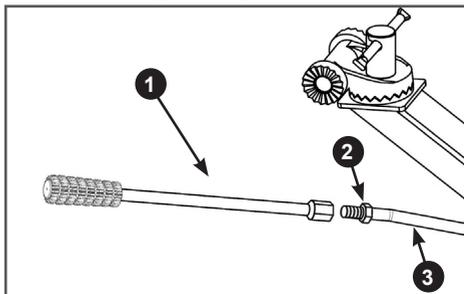

Рис. 10. Установка рычага переключения передач
8. Установите рычаг переключения передач. Прикрутите рычаг 1 переключения передач к основанию 3 рычага до упора, после чего зафиксируйте рычаг на основании с помощью контргайки 2 (Рис. 10).